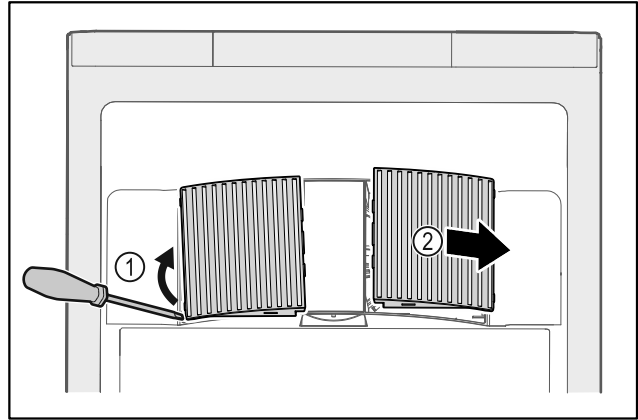

Fig. 173
- ▶ Внимателно повдигнете капаците на вентилаторите от страни Fig. 173 (1) и ги свалете напред Fig. 173 (2).